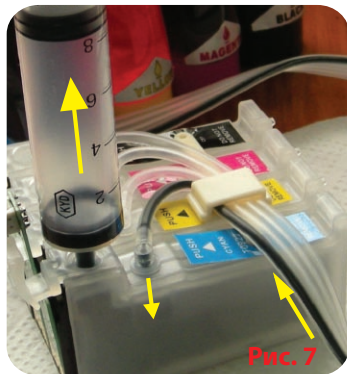

Рис. 7
3.2 Вставьте в отверстие шприц без иглы и медленно потяните поршень шприца вверх, тем самым внутри картриджа образуется разряженное пространство, и Вы увидите как из емкостей чернила начнут заполнять картридж (Рис. 7) - данную процедуру при необходимости стоит повторить, до тех пор пока в шприц не начнут поступать чернила.